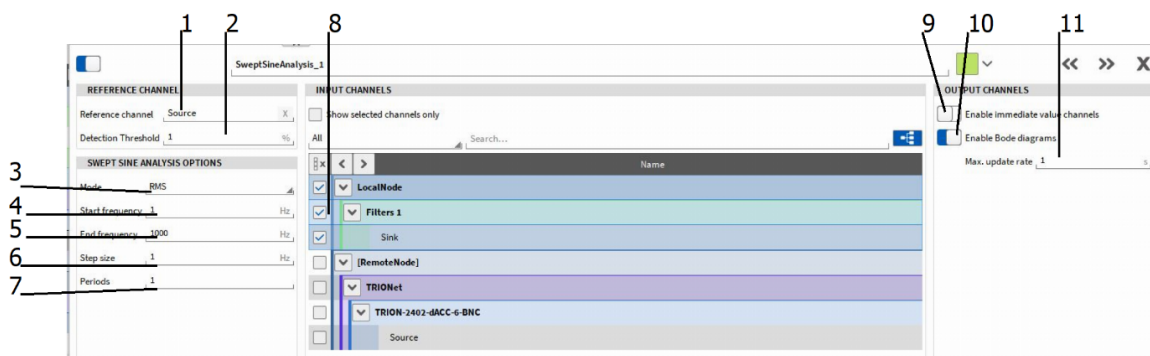

Abb. 7.136: Einstellungen der Swept-Sine-Analyse – Übersicht
- *ChannelName\_iRMS* oder *ChannelName\_iPeak*: Zeitkanal; enthält die Amplitude (RMS oder Zero-to-Peak Level abhängig von der Auswahl in ③ in Abb. 7.136) des Signals mit entsprechendem Zeitstempel; die Amplitude referenziert nur auf die Signalkomponenten der Grundfrequenz; kann einem Rekorder (siehe *Rekorder*), Digitalanzeige (siehe *Digitalanzeige*) oder Ähnlichem zugewiesen werden.
- *ChannelName\_iUFRMS* oder *ChannelName\_iUFPeak*: Zeitkanal; enthält die Amplitude (RMS oder Zero-to-Peak Level abhängig von der Auswahl in ③ in Abb. 7.136) des Signals mit entsprechendem Zeitstempel; die Amplitude referenziert auf die Signalkomponenten des gesamten Signals; kann einem Rekorder (siehe *Rekorder*), Digitalanzeige (siehe *Digitalanzeige*) oder Ähnlichem zugewiesen werden
- *ChannelName\_RMS* oder *ChannelName\_Peak*: Frequenzkanal; enthält die Übertragungsfunktion (RMS oder Zero-to-Peak Level abhängig von der Auswahl in ③ in Abb. 7.136) des Signals für die aktuelle Frequenz; die Amplitude referenziert nur auf die Signalkomponenten der Grundfrequenz; kann einem FFT-Instrument zugewiesen werden um die Daten darzustellen
- *ChannelName\_UFRMS* oder *ChannelName\_UFPeak*: Frequenzkanal; enthält die Übertragungsfunktion (RMS oder Zero-to-Peak Level abhängig von der Auswahl in ③ in Abb. 7.136) des Signals für die aktuelle Frequenz; die Amplitude referenziert nur auf die Signalkomponenten des gesamten Signals; kann einem FFT-Instrument zugewiesen werden um die Daten darzustellen